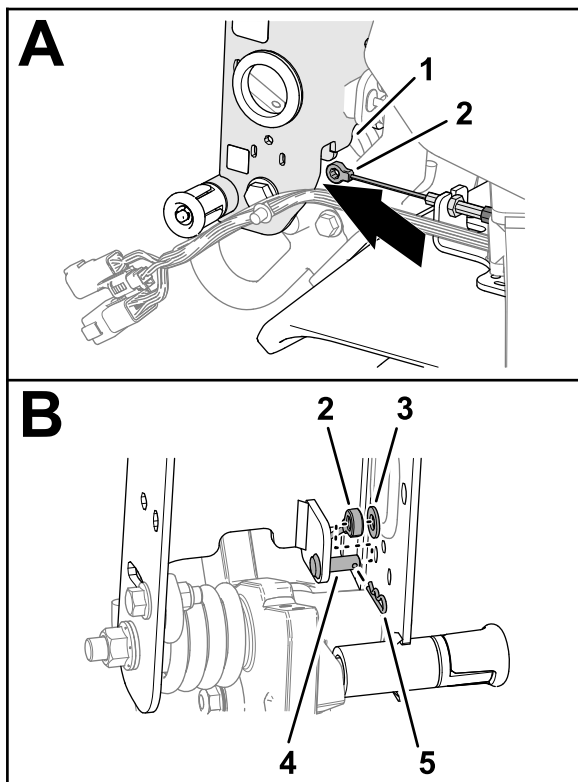

図 7
1. ブレーキケーブルのフィッティングを、ハンドルバーのチャンネル部材の下を通して配設する 図 7。